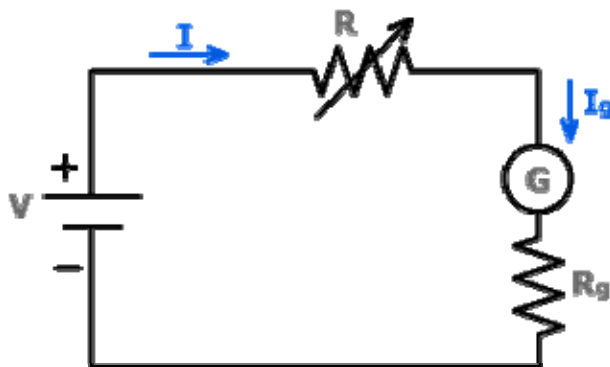

Figura 5.1
- Explique cual es la función de la resistencia  $R_i$ , en el circuito de la figura 5.1.
Si en un circuito, como el de la figura 5.1 la corriente que interesa medir es menor que  $I_{\max}$ , no es necesaria la introducción de la resistencia shunt  $R_{sh}$ .